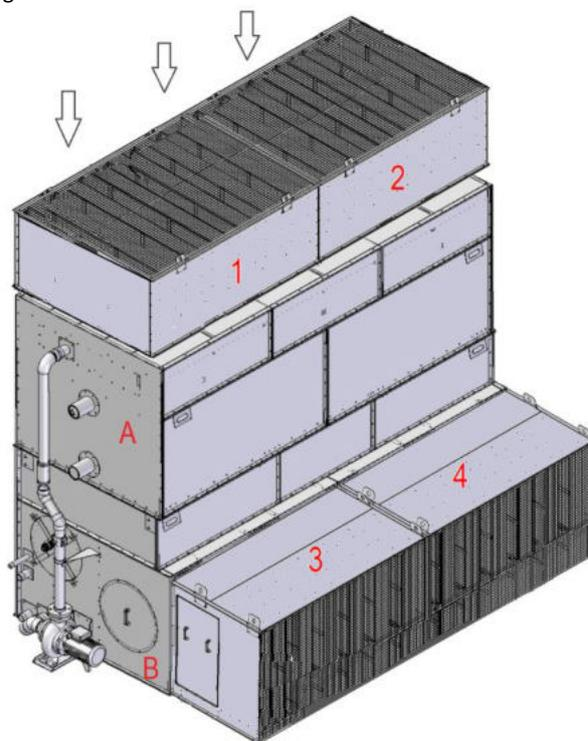

Fig. 21
A questo punto movimentare i vari blocchi che costituiscono i silenziatori tramite i golfari predisposti fino a portarli a battuta con i pannelli del raffreddatore evaporativo. Se la lunghezza dell'unità è maggiore dei 2.8m allora i silenziatori saranno realizzati in più blocchi. Guardando la fig. 21, i silenziatori in entrata, blocco 3 e 4, saranno uniti alla sezione bacino (B) ma tra di loro saranno indipendenti.